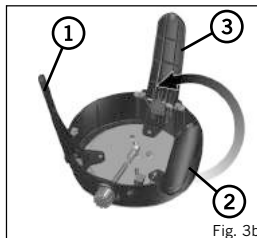

Fig. 3b
- Zum Zusammenlegen die Standbeine festhalten und den Standbein-Verriegelungsclip nach unten schieben. Drücken Sie dann die Standbeine nach innen in die geschlossene Position (Abb. 5). Dies muss nacheinander durchgeführt werden, um den Speicherplatz zu optimieren. Zuerst das rechte Vorderbein (1), dann das linke Vorderbein (2) und zuletzt das hintere Standbein (3) (Abb. 3b) einlegen.